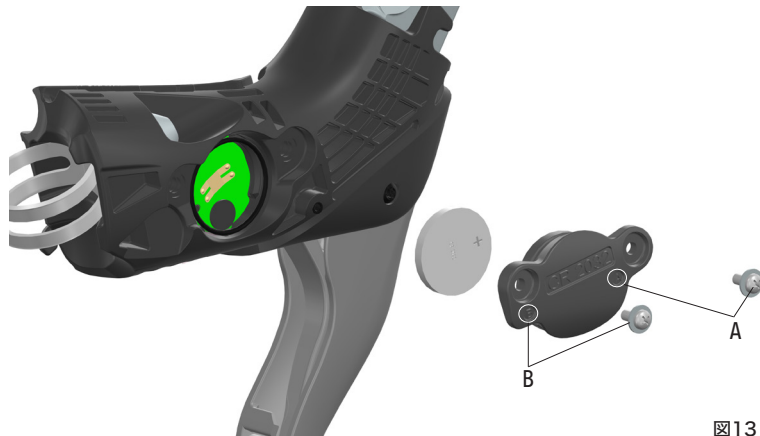

図13
- ・プラス・ドライバーを使用し、A（図13）のねじとワッシャーを緩めて取り外します。次に、B（図13）のねじとワッシャーも同様に緩めて取り外します。
- ・バッテリー・カバーを外すには、ねじB（図13）の近くにある突起を利用します。
- ・コイン・バッテリーを取り外し、新しいコイン・バッテリー（CR2032）を挿入します。その際、“+”のマークがカバー側に向くように注意します（図13）。
- ・カバーを戻し、プラス・ドライバーで2つのねじを締め込みます（図13）。